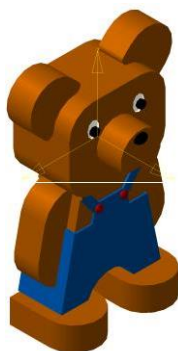

Рис. 1
**Задание 1.** По предложенным чертежам создать модель игрушки «Медвежонок» (рис. 1).